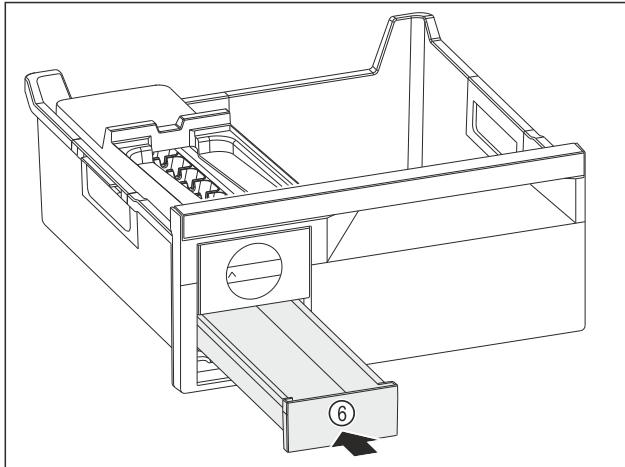

Fig. 117
- ▶ Umetnute Fig. 117 (6) pretinac za kockice leda.